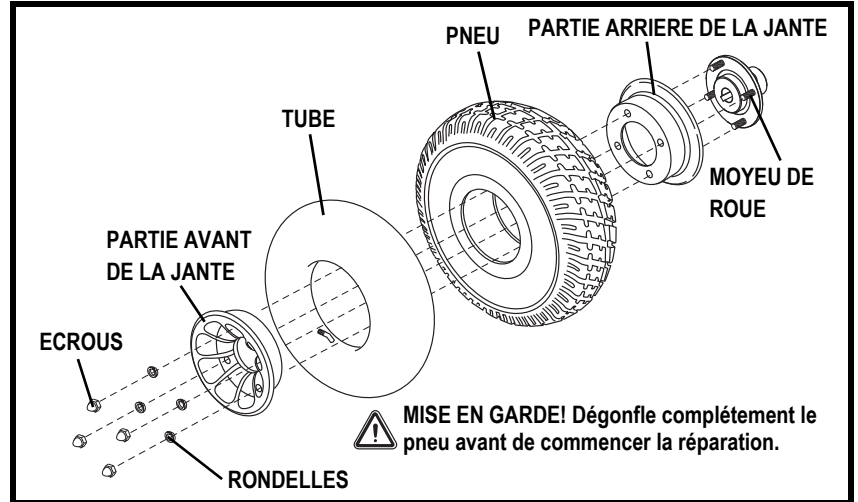

Figure 23. Roue motrice démontée
6. Retirez les écrous et rondelles afin de séparer les moitiés de jante. **Voir la figure 23.**